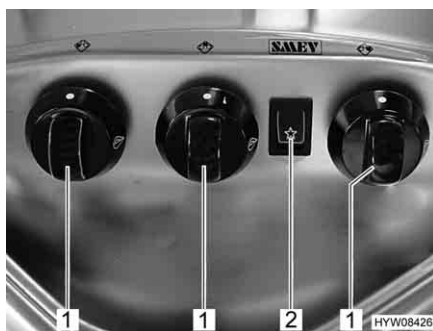

Fig. 168 Elementi di comando del fornello a gas
- Ruotare il pomello girevole (Fig. 168,1) dell'impianto a fiamma libera desiderato in posizione accesa (fiamma alta).
- Premere l'interruttore a bilico (Fig. 168,2). Sul bruciatore vengono prodotte scintille.